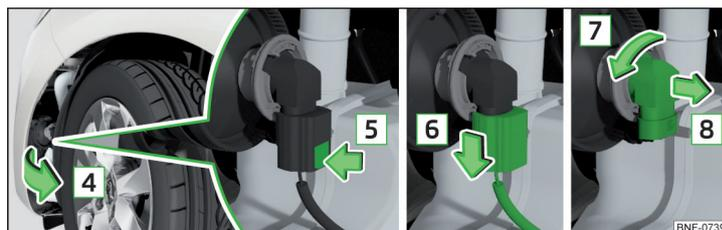

Fig. 177 Cambiar la bombilla
- Levantar el revestimiento de los arcos de las ruedas en el sentido de la flecha **4** » fig. 177.